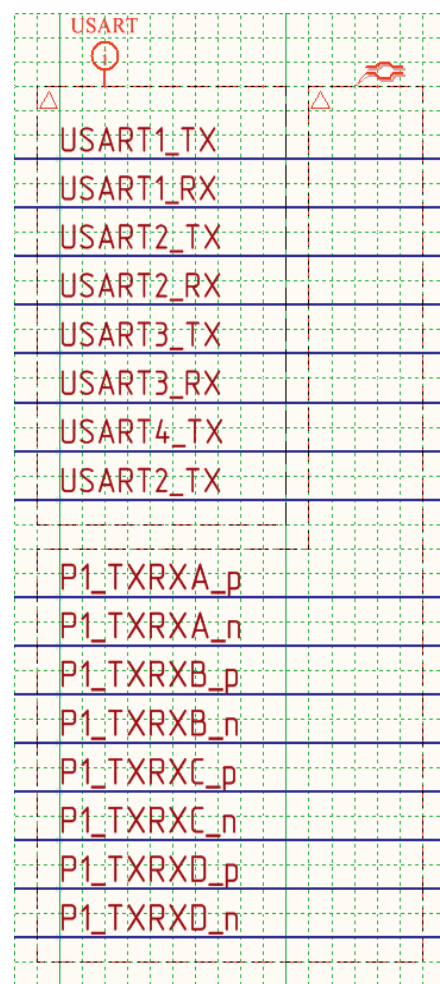

Рис. 6. Применение директивы *Blanket*
*Blanket* является директивой группового выбора цепей. Её маркер представляет собой прямоугольник или полигон (см. рис. 6). Чтобы использовать данную директиву, необходимо выполнить команду *Place* → *Directives* → *Blanket* (горячие клавиши *P* → *V* → *L*) и щелчками ЛКМ сформировать маркер. Сама по себе директива *Blanket* не определяет классы, она лишь указывает группу цепей. Чтобы с помощью данной директивы определить класс с добавлением к нему сигналов, необходимо «подцепить» к ней одну или несколько директив *Differential Pair* или *Parameter Set* и настроить их (см. рис. 6).